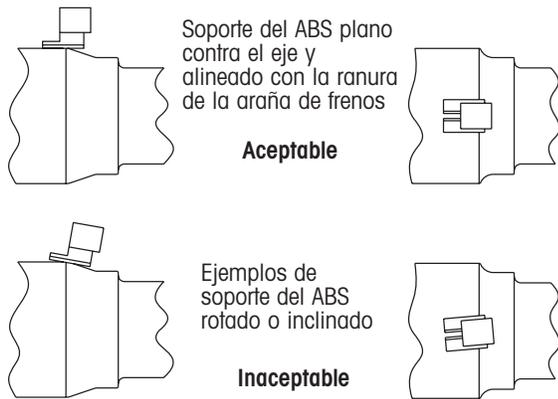

Figura 3. Posicionando adecuadamente el soporte del ABS
5. Sujete temporalmente el soporte en su lugar. Asegúrese de que el soporte del ABS este plano contra el eje y correctamente alineado. El soporte del ABS no deberá estar rotado o inclinado (figura 3).